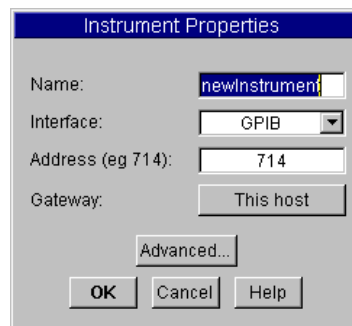

図 3-7. [Instrument Properties] ダイアログ・ボックス
2. [Instrument Manager] ダイアログ・ボックスで、[My Configuration] が強調表示されていることを確認して、[Instrument] の下にある [Add] をクリックします。図 3-7 のような [Instrument Properties] ダイアログ・ボックスが表示されます。